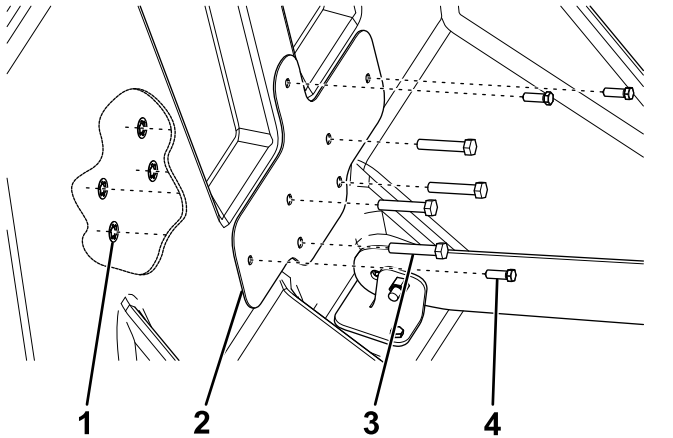

Bild 4
6. Befestigen Sie die innere Montageplatte an der Innenseite des Füllkastentrichters mit den vier Schrauben, die für Ihren Streuer unten aufgeführt sind, und vier Druckmutterbefestigungen (Bild 4).
8. Befestigen Sie die innere Montageplatte mit drei Stehbolzen am Füllkasten (Bild 4).